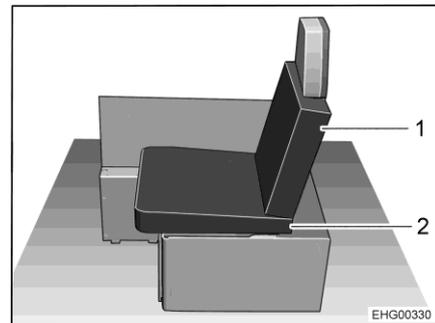

Fig. 22 Después de la transformación
- Colocar uno de los cojines de asiento del banco longitudinal izquierdo sobre el baúl-banco como cojín del asiento (Fig. 22,2). En esto, observar la forma de cuña del cojín del asiento: el cojín del asiento debe estar ligeramente inclinado hacia el respaldo (véase Fig. 22).
- Colocar uno de los cojines adicionales incluidos como cojín del respaldo (Fig. 22,1) en el respaldo del asiento de enchufe.